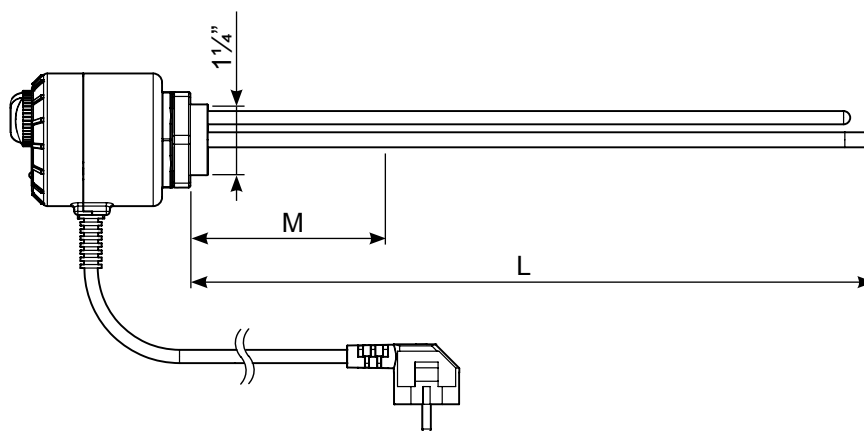

Рис. 7. Размеры нагревательного модуля ME 0015.
* измеренная с переднего конца головки нагревателя (см. рис. 7 и 8.)